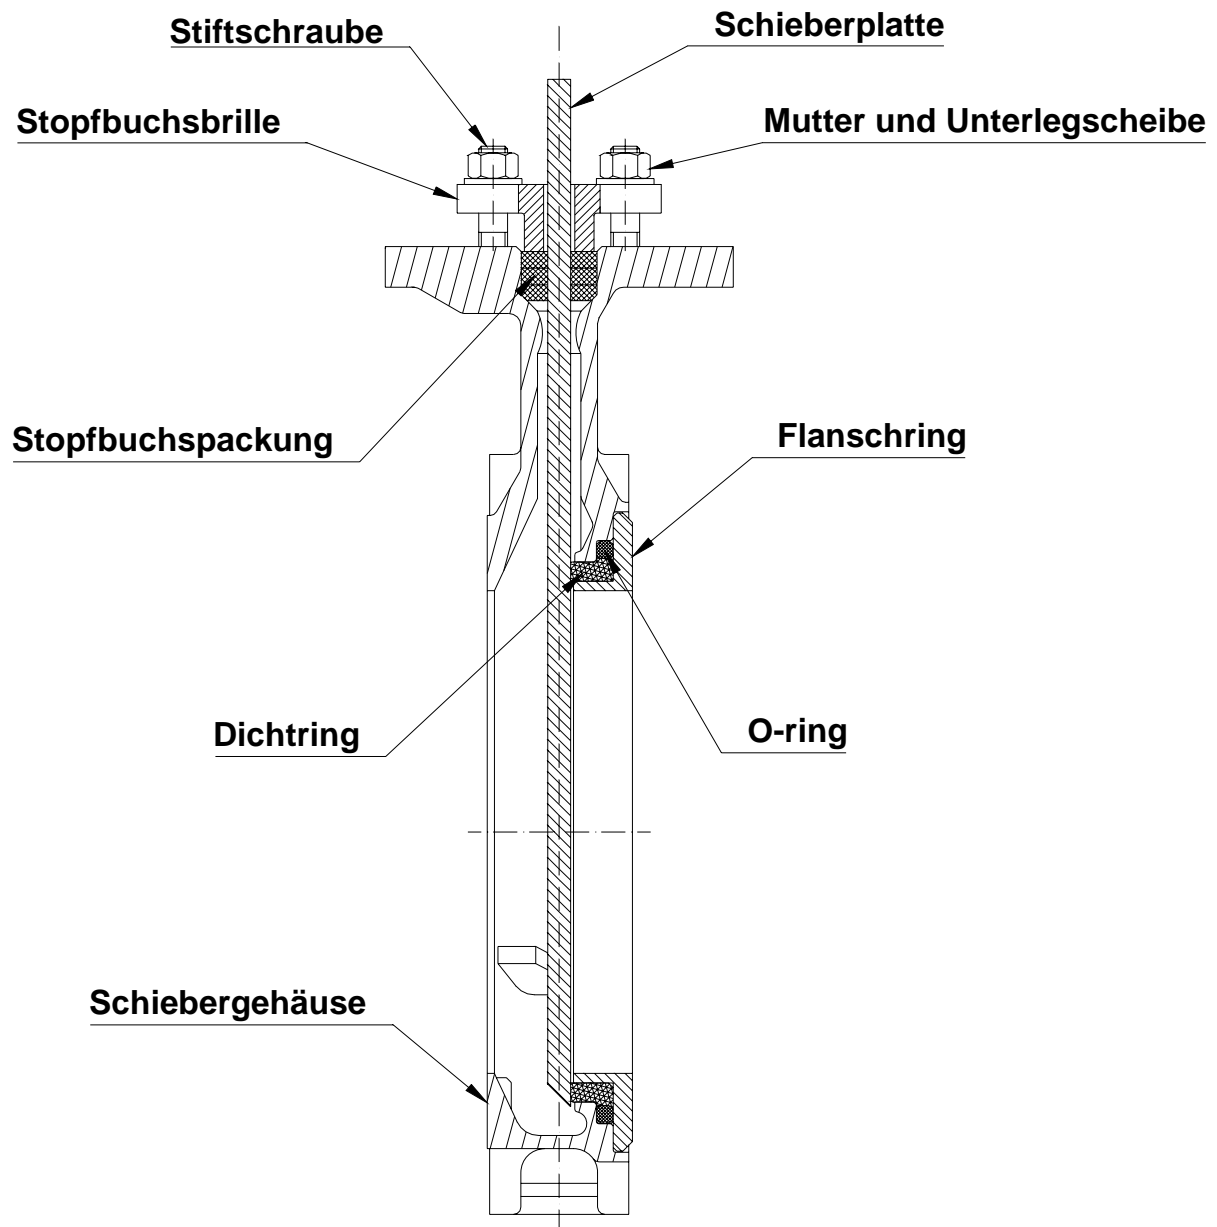

Abb. 1
Aus den Abb. 1 bis 3 gehen die Teile hervor, aus denen der MV Plattenschieber besteht. Bei den Teilen können sich je nach Modellgröße und Herstelldatum Abweichungen ergeben. Bei Fragen wenden Sie sich bitte an die Fa. AB Stafsjö Bruk oder Ihren zuständigen Händler.
3. Lösen Sie die Muttern (8c) der Stopfbuchsbrille (8).
4. Heben Sie die Stopfbuchsbrille (8) von den Stiftschrauben (8a) ab.
5. Entfernen Sie die Schnüre der Stopfbuchspackung (9) und die Packungsstütze (9a).
7. Dann entfernen Sie die Schieberplatte (6) und untersuchen Sie diese auf Vertiefungen und Riefen. Ist die Schieberplatte beschädigt, führt dies zum Verschleiß von Stopfbuchspackung (9) und Dichtung (13) und damit zu Undichtigkeiten. Stafsjö empfiehlt, schadhafte Schieberplatten im Interesse einer einwandfreien Funktion des Schiebers auszutauschen.
8. Vergewissern Sie sich, dass die Gleitleiste (14) des Schiebergehäuses nicht verschlissen und noch auf ihrem Platz ist.
9. Setzen Sie die Schieberplatte (6) in die Gehäusehälfte (10) ein. Vergewissern Sie sich, dass die Schieberplatte genau auf der Schrägkante der Nocken (oder Mitnehmern) am Boden des Schiebergehäuses ruht (s. Abb. 1).
11. Beginnen Sie mit dem Einsetzen der ersten Dichtschnur (9) an einer Längsseite der Schieberplatte (6). Benutzen Sie hierzu ein stumpfes Instrument oder Holz, um die Dichtschnur in die Stopfbuchse zu drücken. Dort, wo sich die Enden treffen, ist darauf zu achten, dass sie aufeinander stoßen, nicht aber übereinander liegen. Es ist wichtig, die erste Schnur gleichmäßig in den Boden der Stopfbuchse einzudrücken. Die Stoßstelle der zweiten und dritten Schnur muss sich gegenüber der Längsseite der vorhergehenden Schnur befinden.
12. Setzen Sie die Stopfbuchsbrille (8) auf die Stiftschrauben (8a) auf.
14. Erhöhen Sie den Druck auf die Stopfbuchsbrille (8), indem Sie die Muttern (8c) allmählich über Kreuz anziehen. Die Stopfbuchspackung muss gleichmäßig angezogen werden. Das empfohlene Drehmoment für die Muttern entnehmen Sie bitte dem Abschnitt D.
15. Die Stopfbuchsbrille (8) muss einen gleichmäßigen Druck auf die Stopfbuchspackung (9) ausüben und korrekt mit dem Oberteil des Schiebergehäuses (10) zusammenpassen.